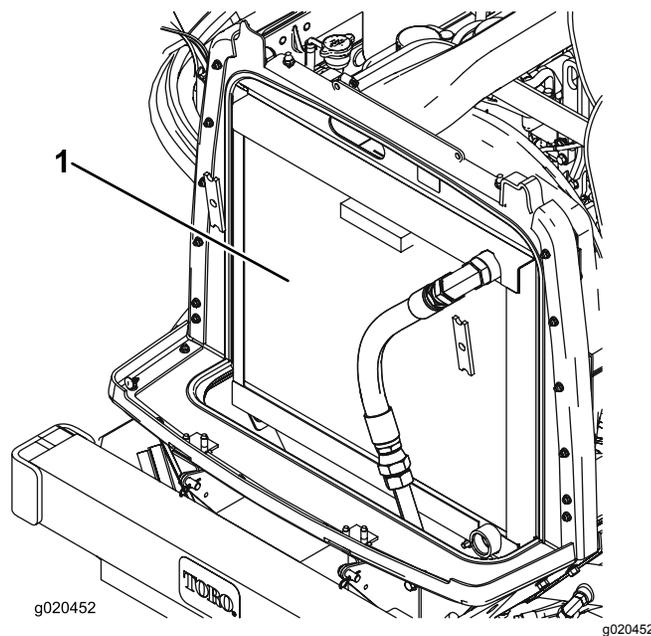

Рисунок 74
3. Тщательно очистите сжатым воздухом область с обеих сторон радиатора и маслоохладителя (Рисунок 74).